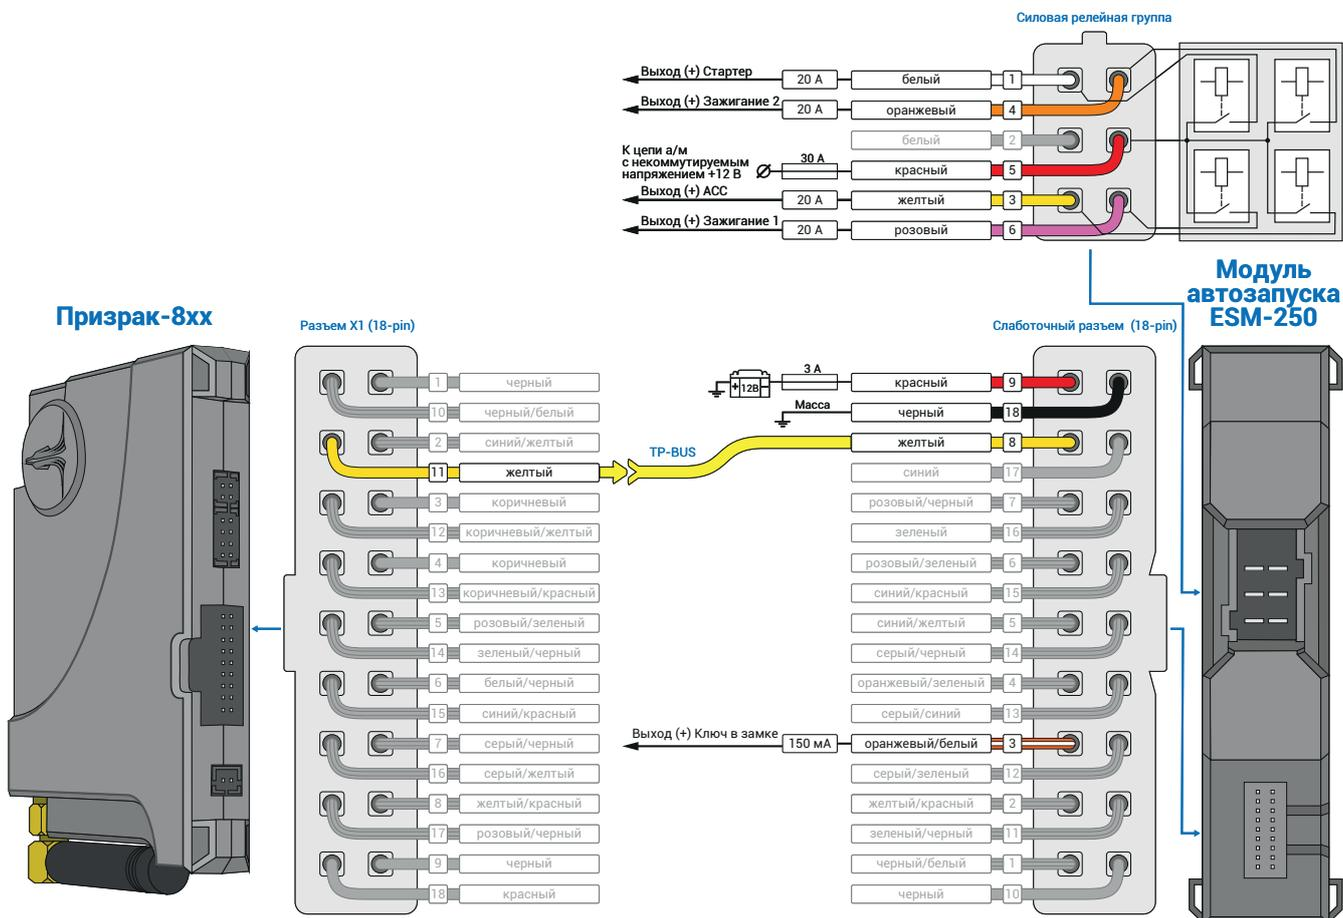
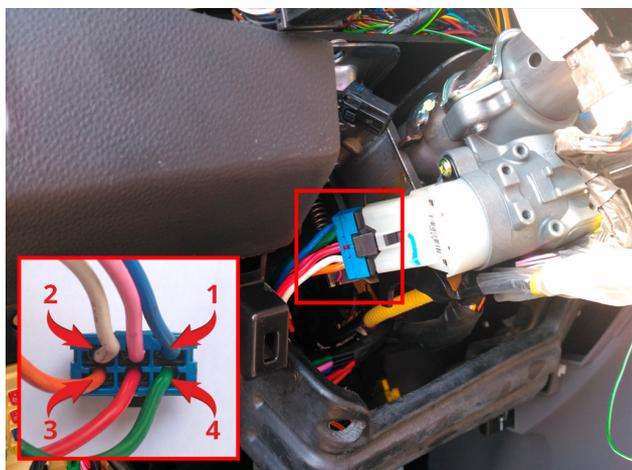
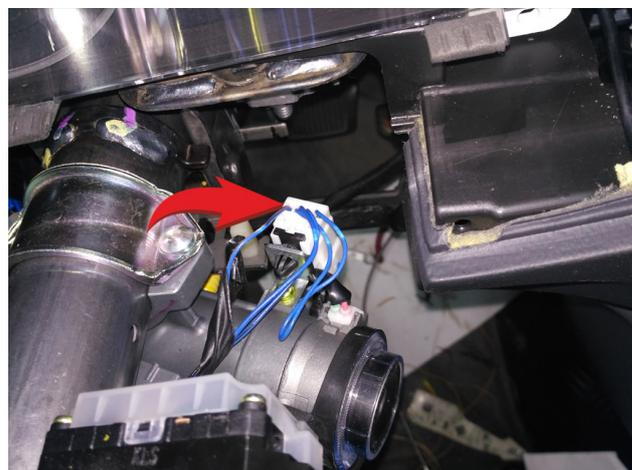

Рис.3 Подключение модуля автозапуска ESM-250
Рис.4 Подключение силовых цепей автозапуска
Рис.5 Ключ в замке
3. Подключите модуль автозапуска ESM-250 – выводы модуля, которые требуется подключить выделены на рис. 3. Подключение производится в синем разьеме непосредственно у замка зажигания (см. рис. 4). Так же требуется подключение к проводу а/м, на котором присутствует статус «ключ в замке» (см. рис. 5).